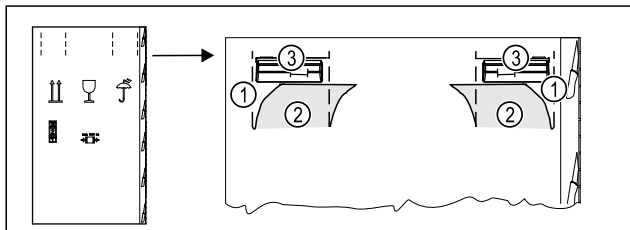

Fig. 4
- Druk het verpakkingskarton aan de bovenkant van de perforatie Fig. 4 (1) in.
- Trek de ingedrukte lipjes Fig. 4 (2) naar buiten.
- De draagbeugel Fig. 4 (3) is rechts en links zichtbaar.
- Houd het apparaat vast aan de draaggrepen Fig. 4 (3).